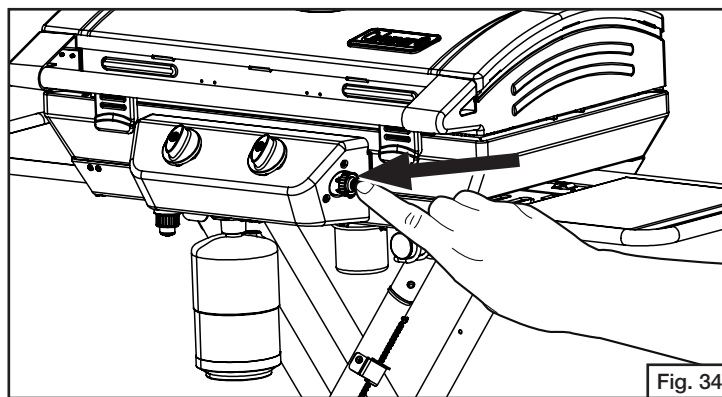

Fig. 34
- Presione el botón de encendido para encender la retroiluminación, y presione de nuevo para apagarla. (Fig. 34)